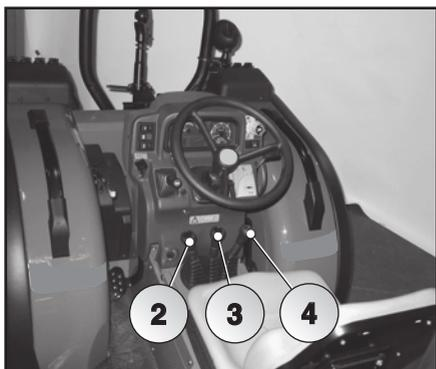

Fig. 5.4
- 1 - Positionner les trois leviers(2) (3) (4) (Fig. 5.4) du boîtier de vitesses au point mort;
- 2 - Lever manuellement la pédale (1) de l'embrayage et la pédale (6) (Version AR) ou les pédales (5) (version RS-RS/MT-DS) des freins;
- 3 - Tirez vers l'avant le levier (121) pour débloquer le fauteuil;
- 4 - Soulevez le fauteuil jusqu'au dé clic du cran de sûreté (122);
- 5 - Tournez le groupe fauteuil-tableau de bord de 180° dans le sens inverse des aiguilles d'une montre pour passer de la position normale de conduite sur route dans la position de conduite inversée (Fig. 5.4); tournez en sens horaire pour passer de la position inversée à la position normale;
- 6 - Débloquez le cran de sûreté (122) et rabaissez le fauteuil de façon à ce que le levier(121) se réinsère dans sa position de blocage;
- 7 - Rabaissez manuellement la pédale (1) de l'embrayage et la pédale (6) (version AR) ou les pédales (5) (version RS-RS/MT-DS) des freins.